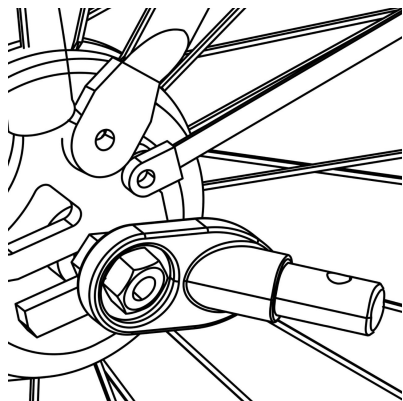

Rysunek 12
1. Oś szybkozamykająca : Zdjąć szybkozamykacz z lewej strony tylnej osi roweru. Zamontować zaczep pomiędzy szybkozamykaczem a ramą. Dokręć szybkozamykacz zgodnie z instrukcją producenta roweru. Zaczep może pozostać na rowerze po zdjęciu przyczepki (Rysunek 12).